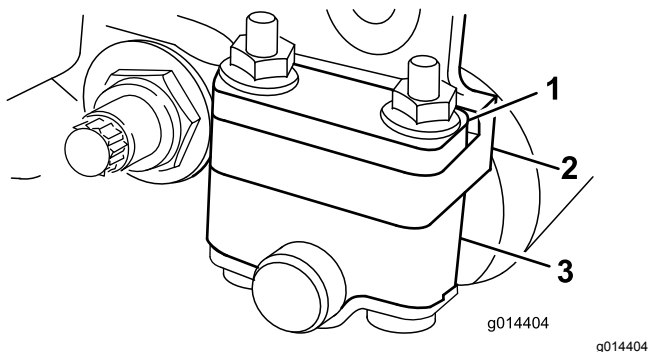
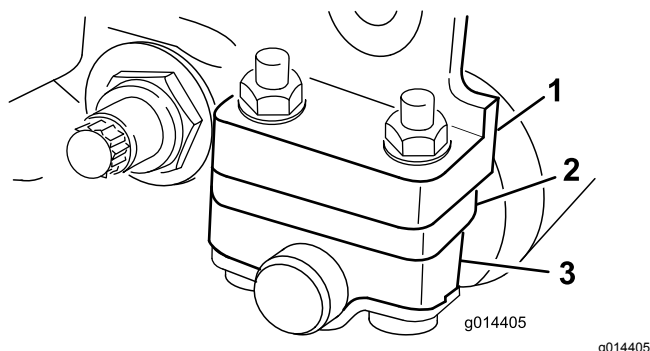

図 14
図 15
使用する刈高によって、後ローラブラケットの取り付け位置を低位置または高位置 図 14 または 図 15 から選択する必要があります。
- 刈高 1.5-6 mm の場合 図 14 のように、スペーサをサイドプレート取り付けフランジの上にセット出荷時の設定する。
4. 必要に応じてスペーサを、ローラブラケットの上または下にする 図 14 または 図 15。